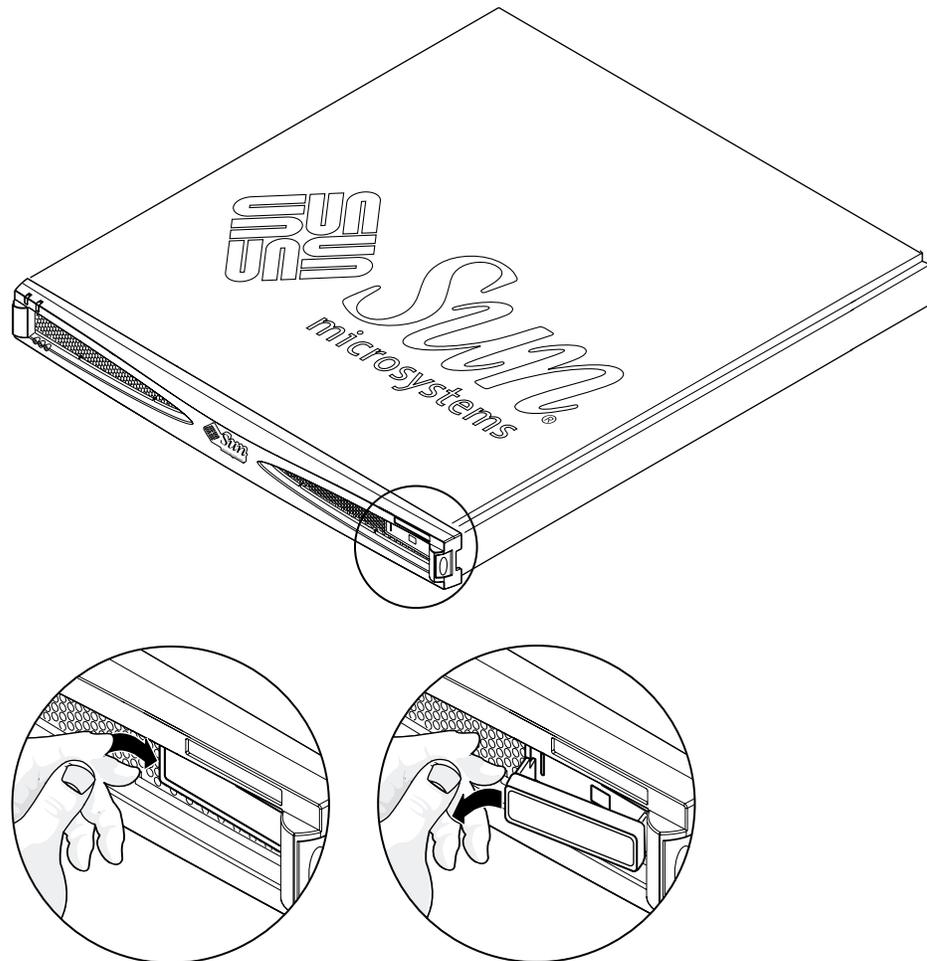

図 1-4 左側を固定する突起が外れ、ネームプレートの左側が飛び出た状態
1. 格納装置の向かって右側にあるネームプレートの左端を押します (図 1-4 を参照)。左側を固定する突起が外れ、ネームプレートの左側がベゼルから飛び出します。